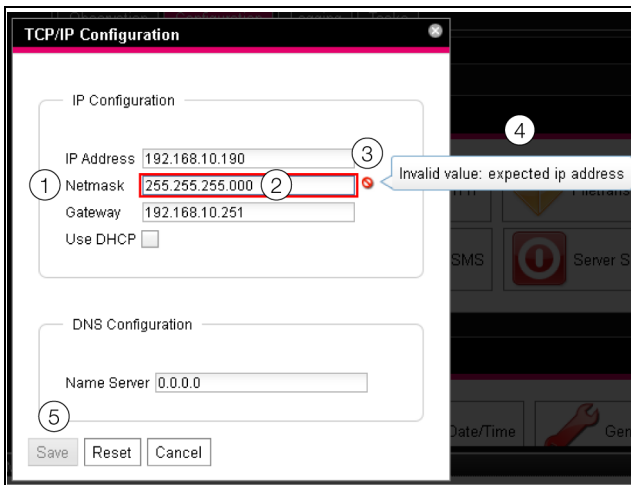

Abb. 30: Anzeige einer fehlerhaften Eingabe
- Hinter dem fehlerhaften Eintrag (Abb. 30, Pos. 2) im Feld **Netmask** (Abb. 30, Pos. 1) erscheint ein rotes „Verbotssymbol“ (Abb. 30, Pos. 3).
- Wenn Sie den Mauszeiger über das Verbotssymbol setzen, erscheint ein Hinweis mit Zusatzinformationen zum Fehler (Abb. 30, Pos. 4).
- Die Schaltfläche **Save** ist deaktiviert (Abb. 30, Pos. 5), so dass die aktuell hinterlegten Werte so nicht abgespeichert werden können.